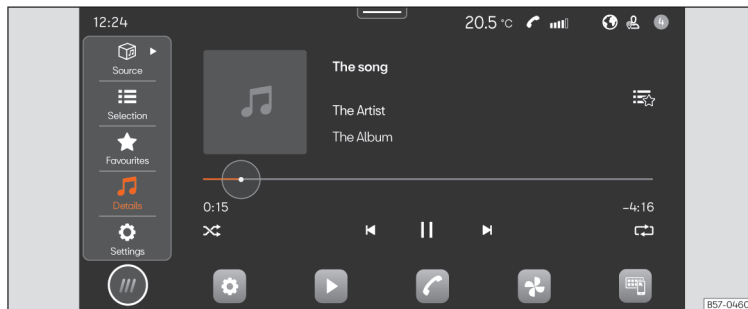

Рис. 141 Схематичний вигляд: режим «Медіаплеєр»
- Натисніть **ГОЛОВНЕ МЕНЮ** > ► >>> **рис. 141**.